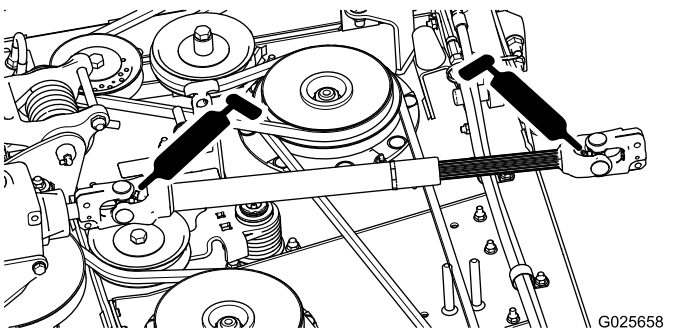

Bild 20
- Zapfwellenantrieb (2) (Bild 20)